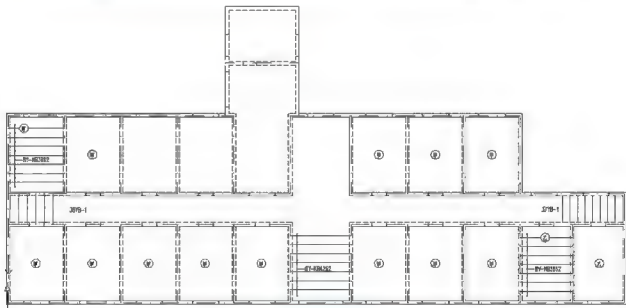

图 5.31 绘制配板编号
用相同的方法标出标准层结构平面图(附图2.5)内④、⑤与⑩、⑪轴线及③、⑥与⑩、⑦轴线所围合的宿舍和走廊内的配板符号和配板编号,结果如图5.31所示。